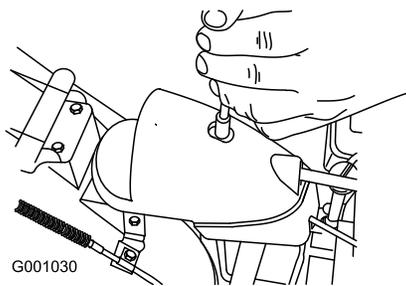

Bild 51
1. Nehmen Sie die Befestigung an der Getriebeabdeckung ab (Bild 51), heben Sie die Abdeckung vorne hoch und schieben Sie sie nach hinten.